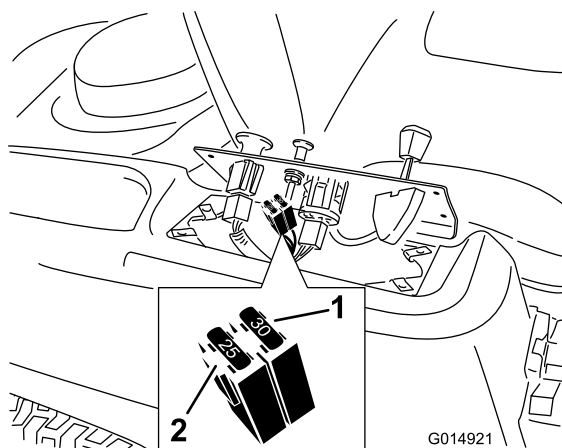

Figura 41
2. Sollevate il pannello di controllo per accedere al cablaggio principale e al portafusibili (Figura 41).
3. Per sostituire un fusibile, tiratelo (Figura 41) ed estraetelo dall'attacco.